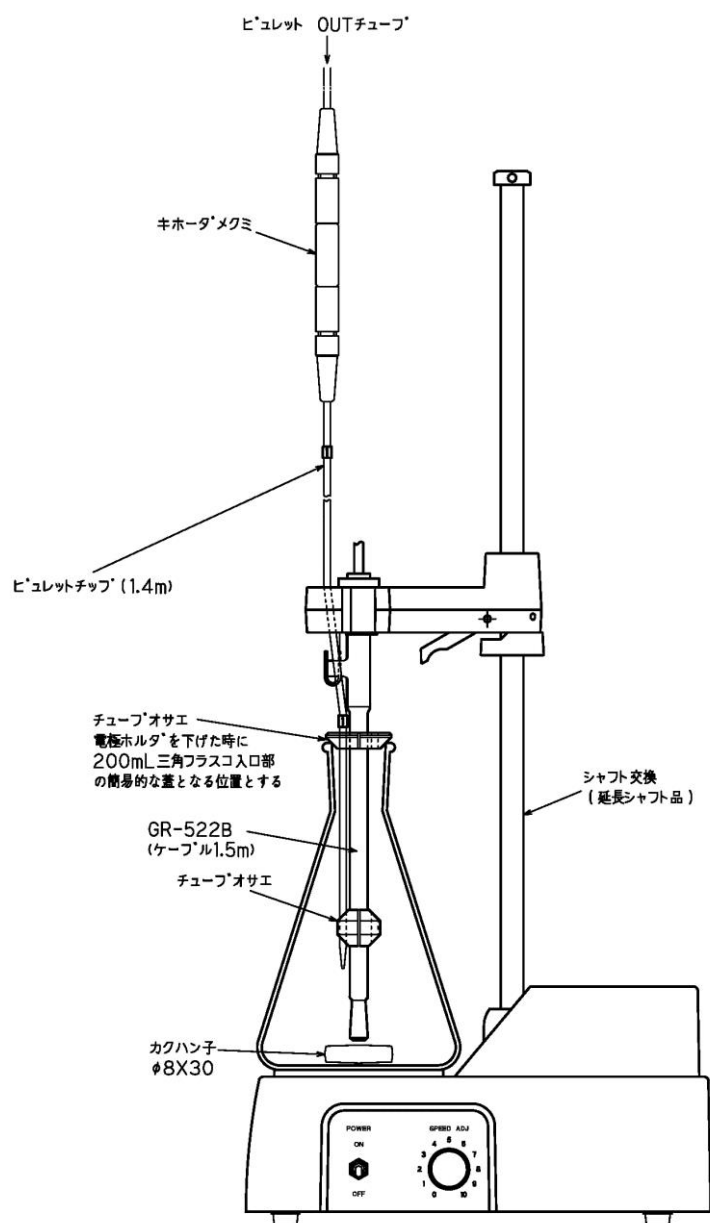

図1 電極アセンブリおよびスターラ K-2000 改造の一例
- ① 本法は試料の前処理を含む測定であるため、前処理の良し悪しが測定結果に大きく影響します。
- ② 200mL 三角フラスコを用いて前処理を行い、前処理終了後ただちに電極が浸漬するだけの純水を加え、複合電極（ガラス比較複合電極）を三角フラスコに挿入し滴定します。図1に本測定用の電極アッセンブリおよびスターラ改造の一例を示します。